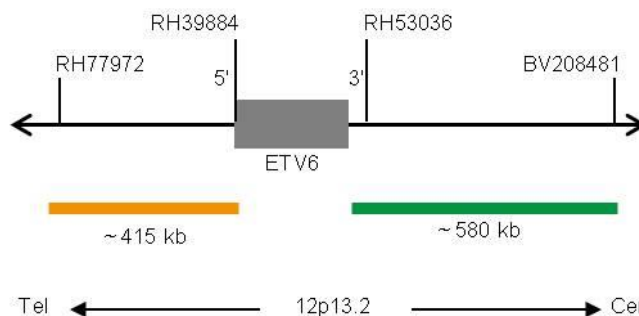

Abb. 1: SPEC ETV6 Sondenlokalisation (nicht maßstabsgetreu)
- ZyGreen (Anregung 503 nm/Emission 528 nm) markierten Polynukleotiden (~10,0 ng/μl), die gegen Sequenzen in 12p13.2* (chr12:12,054,737-12,634,328) gerichtet sind, welche proximal zur ETV6-Bruchpunktregion lokalisiert sind (siehe Abb. 1).
- ZyOrange (Anregung 547 nm/Emission 572 nm) markierten Polynukleotiden (~4,5 ng/μl), die gegen Sequenzen in 12p13.2* (chr12:11,393,774-11,808,608) gerichtet sind, welche distal zur ETV6-Bruchpunktregion lokalisiert sind (siehe Abb. 1).